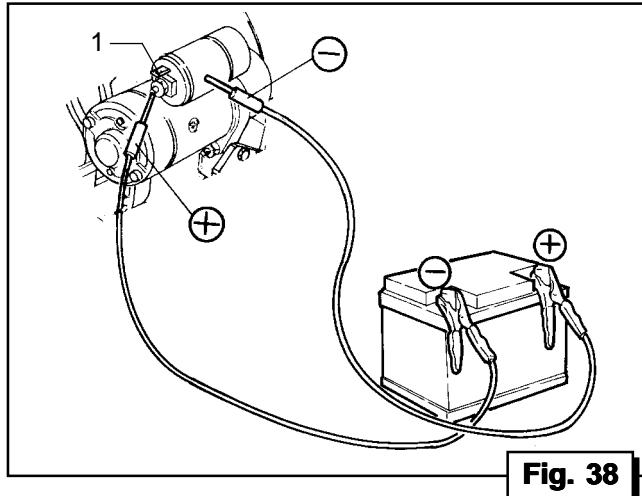

Fig. 38
- Utilizzare una batteria 12V collegando il (+) della batteria con il morsetto a vite ed il (-) a massa (carcassa del motorino) (Fig. 38).
- Verificare che il motorino giri facendo un ponte fra il morsetto a vite (+ motorino avviamento) ed il fast-on adiacente (Fig. 38, Rif. 1).
- Connect 12V battery (+) pole with the screw clamp and (-) pole to the body of the starter (Fig. 38).
- Connect the screw clamp and the adjacent fast-on and verify if the starter is running well (Fig. 38, Ref. 1).